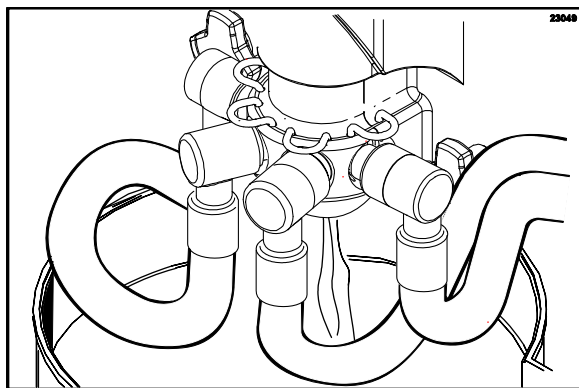

Figura 98
6. Drene o produto do cilindro de congelamento e do reservatório de mix. (Veja a Figura 98.)